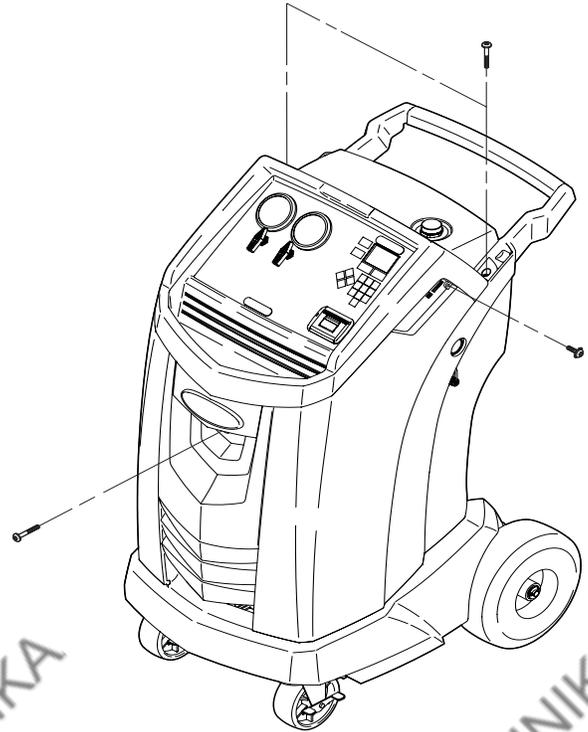

Figure 11
Éteignez la machine. Enlevez la bouteille d'huile. Enlevez les quatre vis de fixation du déflecteur. Reportez-vous à la figure 11.
2. Enlevez les quatre vis de fixation du déflecteur. Reportez-vous à la figure 11.